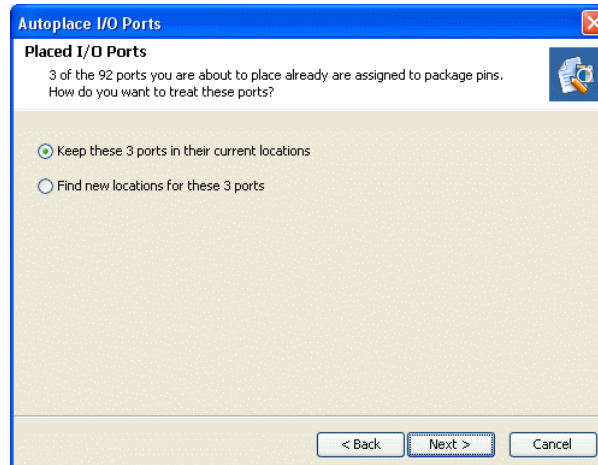

図 8-27 : Autoplace I/O Ports ウィザード
4. 既にパッケージピンに割り当てられている I/O ポートのみを選択すると、266 ページの図 8-27 のページが表示されます。